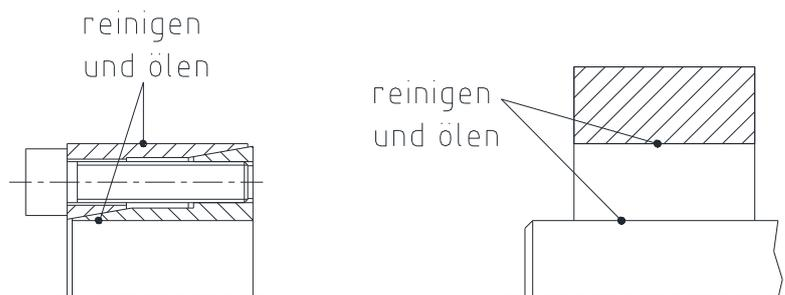

Bild 3: Reinigen der Kontaktflächen
- Die in Bild 3 gekennzeichneten Flächen des Spannsatzes sowie der Welle und Nabe reinigen und anschließend dünnflüssiges Öl leicht auftragen (z. B. Ballistol Universal Öl oder Klüber Quietsch-Ex).